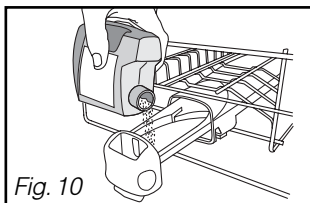

Fig. 10
• **Les poudres ou les liquides dans le tiroir du distributeur (Fig 10)**